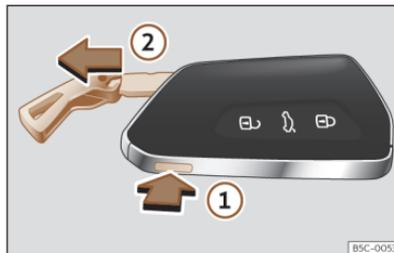

Fig. 79 Llave del vehículo: extraer el espadín.
- Pulse el botón >>> **fig. 79** ① para hacer salir la argolla a modo de llavero y poder extraer el espadín ②. Si presiona ligeramente sobre la argolla, esta se quedará fija a modo de llavero.
- Pulse el botón >>> **fig. 79** ① para desbloquear. Mantenga pulsado el botón ① y al mismo tiempo tire de la argolla en la dirección de la flecha >>> **fig. 79** ② para extraer completamente el espadín.